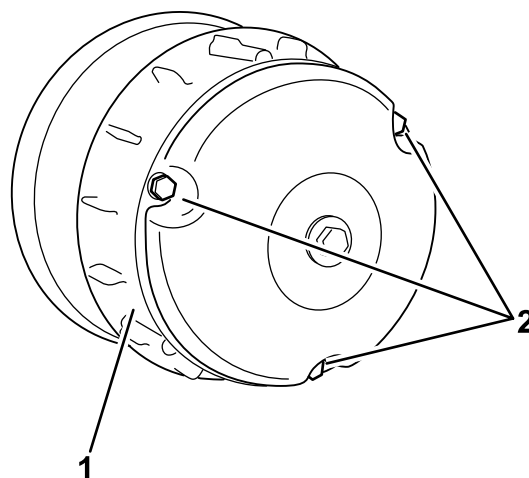

Figure 60
2. Retirez les trois boulons qui fixent le couvercle de l'embrayage et déposez le couvercle (Figure 60).
4. Posez le couvercle d'embrayage et fixez-le avec les 3 boulons (Figure 60) que vous avez retirés à l'opération 2.